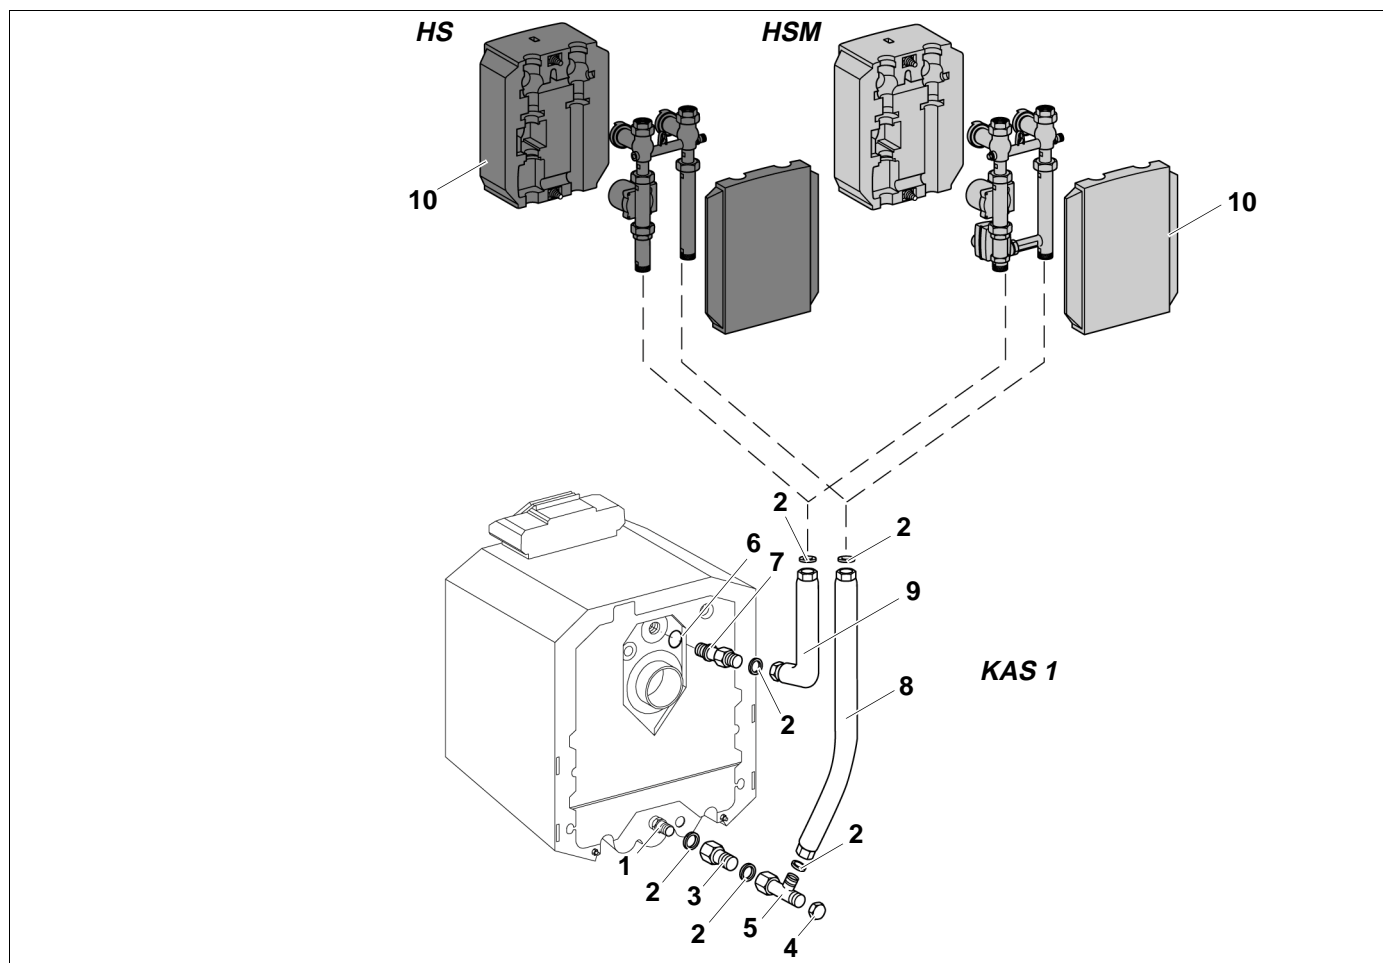

Fig. 3 Montaggio dietro la caldaia
Legenda Fig. 3
- Avvitare il tronchetto a vite (7) completo dell'O-Ring (6) nella mandata della caldaia.
- Inserire una guarnizione (2) nel dado di raccordo sul lato corto del tubo di mandata (9). Avvitare leggermente il tubo di mandata (9) con il tronchetto a vite.
- Inserire una guarnizione nel collegamento a vite tra il pezzo di prolunga (3) e il raccordo distributore (1) nel ritorno della caldaia e avvitare.
- Inserire una guarnizione nel collegamento a vite del pezzo a T (5) e avvitare leggermente quest'ultimo al pezzo di prolunga (3).
- Posizionare il tubo di ritorno (8) con il lato corto rivolto verso il basso sull'uscita laterale del pezzo a T (5), inserire la guarnizione (2), allineare e serrare il collegamento a vite.
- Posizionare in verticale il lato lungo del tubo di ritorno (8) e serrare il collegamento a vite tra il pezzo di prolunga (3) e il pezzo a T (5).
- Nella parte posteriore avvitare il tappo (4) sul pezzo a T (5).
- Montare il set del circuito di riscaldamento senza miscelatore (HS) o con il miscelatore (HSM) sui tubi di raccordo secondo quanto indicato in Fig. 3. Quindi serrare i due collegamenti a vite e verificarne la tenuta.
- Infilare i gusci termoisolanti (10) di entrambi i lati sul rispettivo set del circuito di riscaldamento e avvitare leggermente con le viti in plastica.